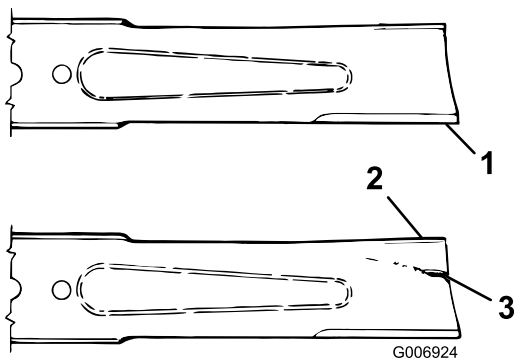

Figure 64
3. Examinez attentivement les tranchants de la lame, particulièrement au point de rencontre des parties plane et relevée (Figure 64).
4. Remplacez la lame si elle est usée (Figure 64) ; voir Entretien du plan de la lame (page 52).